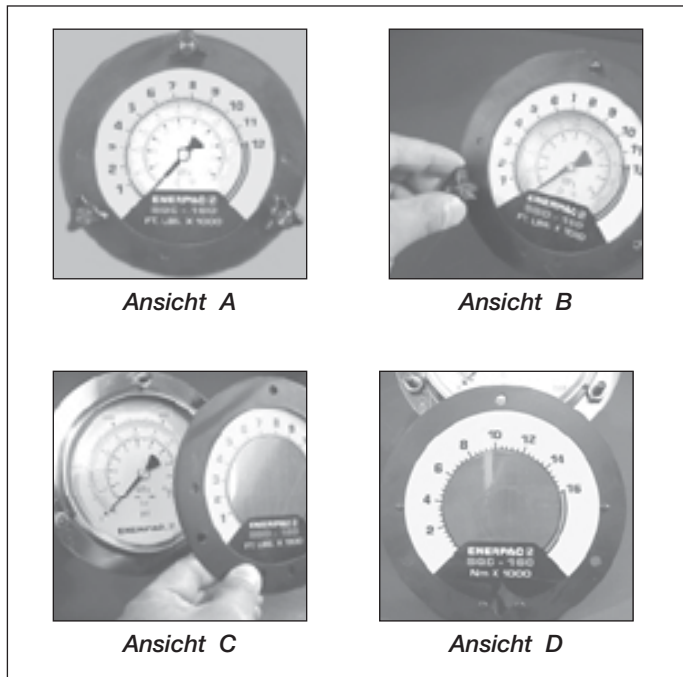

Abb. 8, Anbringen der Auflage
Die Pumpe wird mit einem eingebauten Manometer geliefert. Für Ihre Bequemlichkeit werden Drehmomentauflagen mit jeder Pumpe geliefert. Eine Drehmomentauflage passt über die Skala des Manometers und wandelt die Druckanzeigen problemlos in Drehmomentanzeigen um (siehe Abb. 8, Ansicht A). Die Auflage hat englische Maßeinheiten (Ft-Lbs.) auf einer Seite und metrische Maßeinheiten (Nm) auf der anderen Seite. Um die Skalen zu wechseln, drehen Sie die Auflage einfach um.
1. Entfernen Sie die drei schwarzen Flügelknöpfe, die den vorderen Manometerflansch halten (siehe Abb. 8, Ansicht B).
2. Entfernen Sie den vorderen Flansch und die Auflage (siehe Abb. 8, Ansicht C).
3. Setzen Sie eine neue Auflage (denken Sie daran, zu überprüfen, ob es die richtige Auflage für den verwendeten Enerpac-Drehmomentschlüssel ist) auf den Flansch und richten Sie dabei die Auflage mit den Vertiefungen an der Rückseite des Flansches aus (siehe Abb. 8, Ansicht D).
4. Stecken Sie den Flansch auf die Knopfstifte, während Sie die Auflage hinter den Flansch halten (siehe Abb. 8, Ansicht C), positionieren Sie die Auflage bei Bedarf neu und befestigen Sie die Knöpfe handfest (siehe Abb. 8, Ansicht B). Der Flansch drückt die Auflage auf das Manometer und befestigt sie. In der Anleitung zum Drehmomentschlüssel finden Sie den Druck, der erforderlich ist, um das gewünschte Drehmoment zu produzieren. Beachten Sie, dass der maximale Druck sich für verschiedene Schlüssel und Zubehörteile unterscheidet.